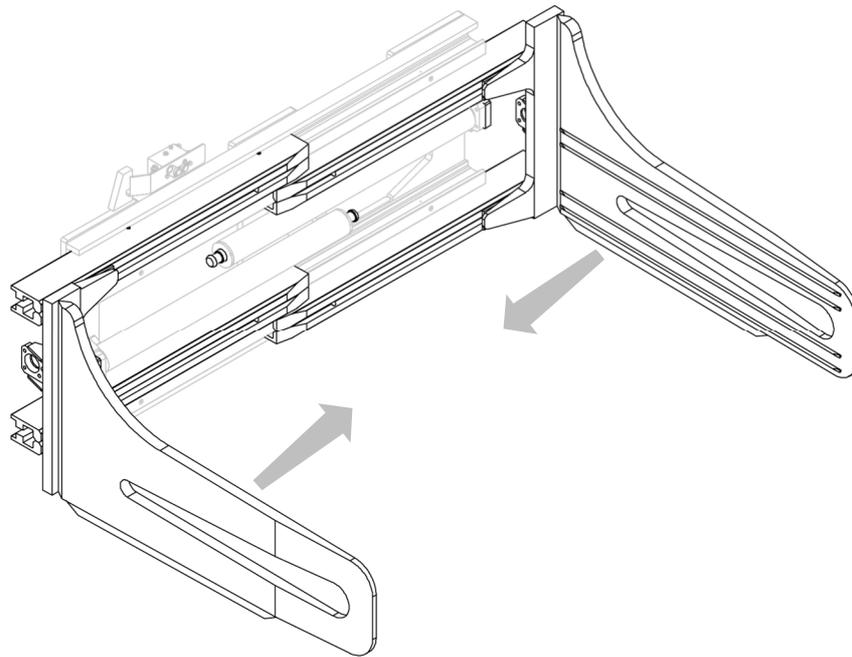

Abbildung 7
2. Setzen Sie die Gabeln mit den jeweiligen Backen in die dafür vorgesehenen Aufnahmen ein und positionieren Sie sie korrekt entsprechend der Zylinder (siehe *Abbildung 7*).